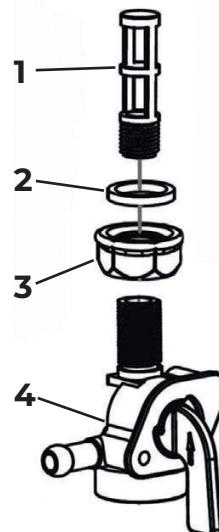

Рис. 15.
В кране топливного бака установлен сетчатый фильтр 1 (Рис. 15). Рекомендуется не реже одного раза в течение 300 отработанных часов (или 1 раз в год) производить его очистку. Одновременно с очисткой топливного фильтра необходимо промыть и очистить топливный бак от грязи и конденсата.
- Открутите контргайку 3 на 1-2 оборота (Рис. 15).
4. Выкрутите из корпуса 4 топливного крана сетчатый фильтр 1 (Рис. 15).